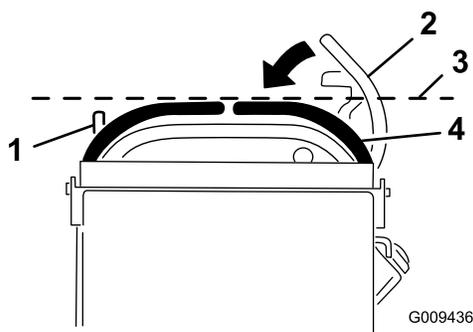

図 68
3. 右側走行コントロールレバーを、ニュートラルロック位置から運転位置へ降ろす 図 68。
4. 右側走行コントロールレバーと左側走行コントロールレバーの水平整列状態を見る 図 68。